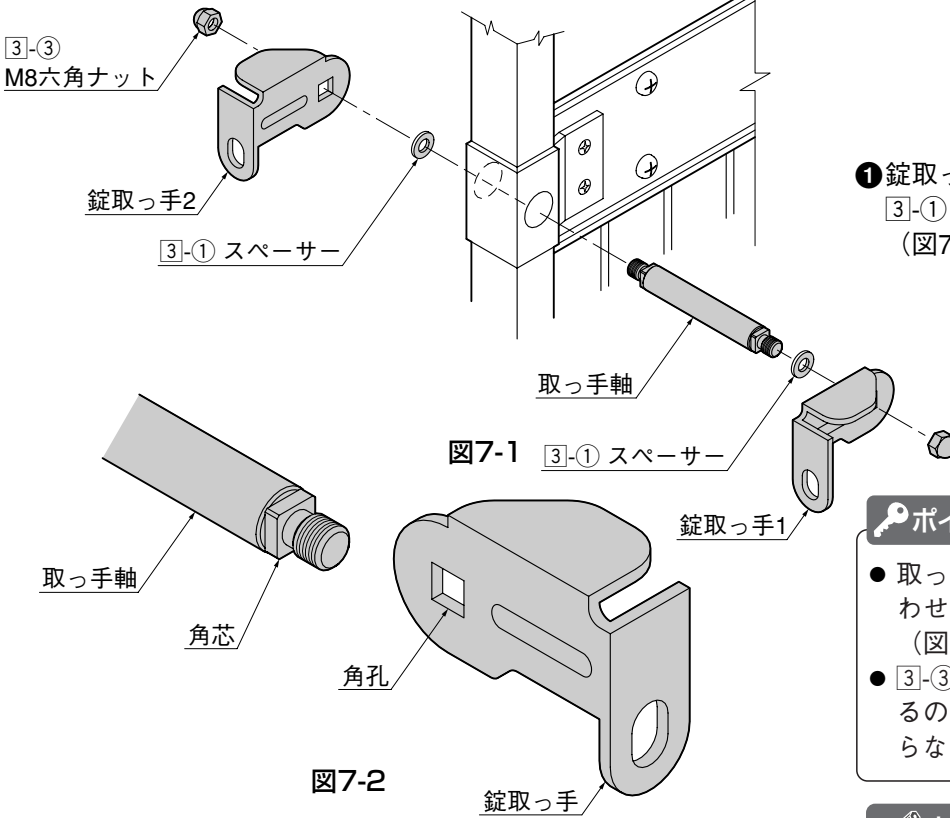

図7-1 3-1 スペーサー
- 錠取っ手1、錠取っ手2を取っ手軸と3-1と3-3で組付けてください。(図7-1参照)